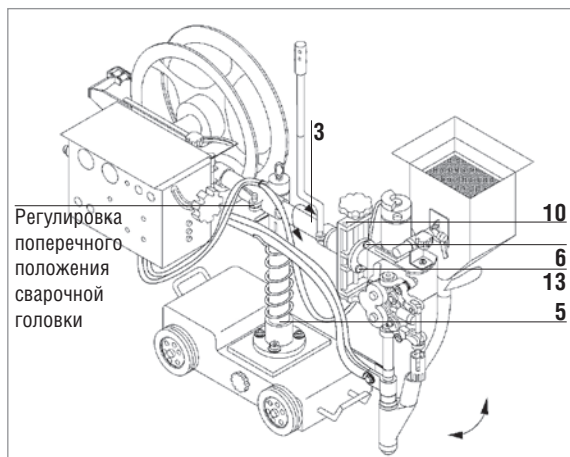

Рисунок 6
Горизонтальная штанга может поворачиваться вокруг вертикальной колонны на угол $\pm 90^\circ$ при ослаблении нажимной рукоятки регулировки положения горизонтальной штанги (30). (см. Рисунок 6)
Сварочная головка может быть наклонена на угол $\pm 45^\circ$. Для этого необходимо ослабить винт M8 (6) в верхней части поворотного диска. При этом другой винт M8 (13) может оставаться нетронутым. (см. Рисунок 6)